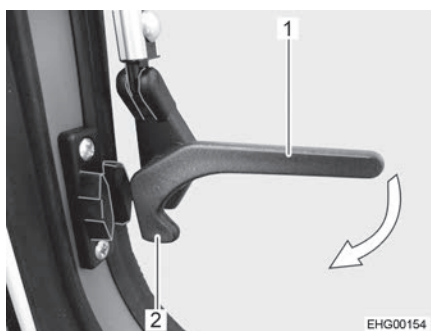

Fig. 62 Levier de verrouillage, latéral, (position "Ouvrt")
- Tourner les leviers de verrouillage latéraux (Fig. 62,1) d'un quart de tour en direction du cadre de la fenêtre jusqu'à ce que le tenon de verrouillage (Fig. 62,2) s'enclenche.